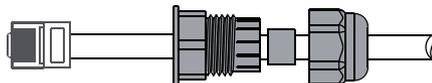

Abbildung 4.5-4 Schließen Sie die Kabelverbindung aus der Ferne
Schritt 3-2 Für die Fernabschaltung. Führen Sie das Kabel durch die Stahlplatte und verdrahten Sie dann die Stifte 5 und 6. Tabelle 4.5-1 beschreibt die Definition des 6-poligen Anschlusses, die Verdrahtung ist in Abbildung 4.5-4 veranschaulicht.